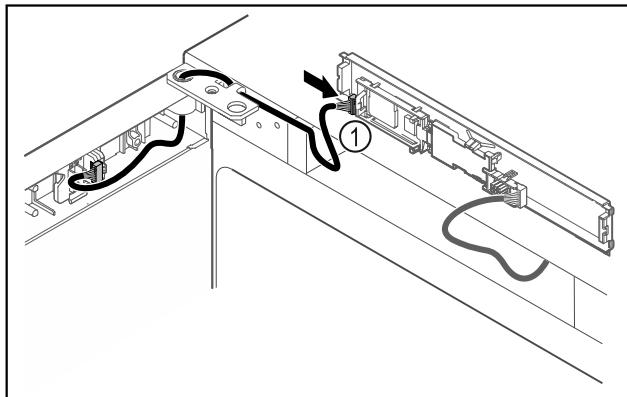

Fig. 50
- Συνδέστε το φίς Fig. 50 (1) στην πλακέτα.